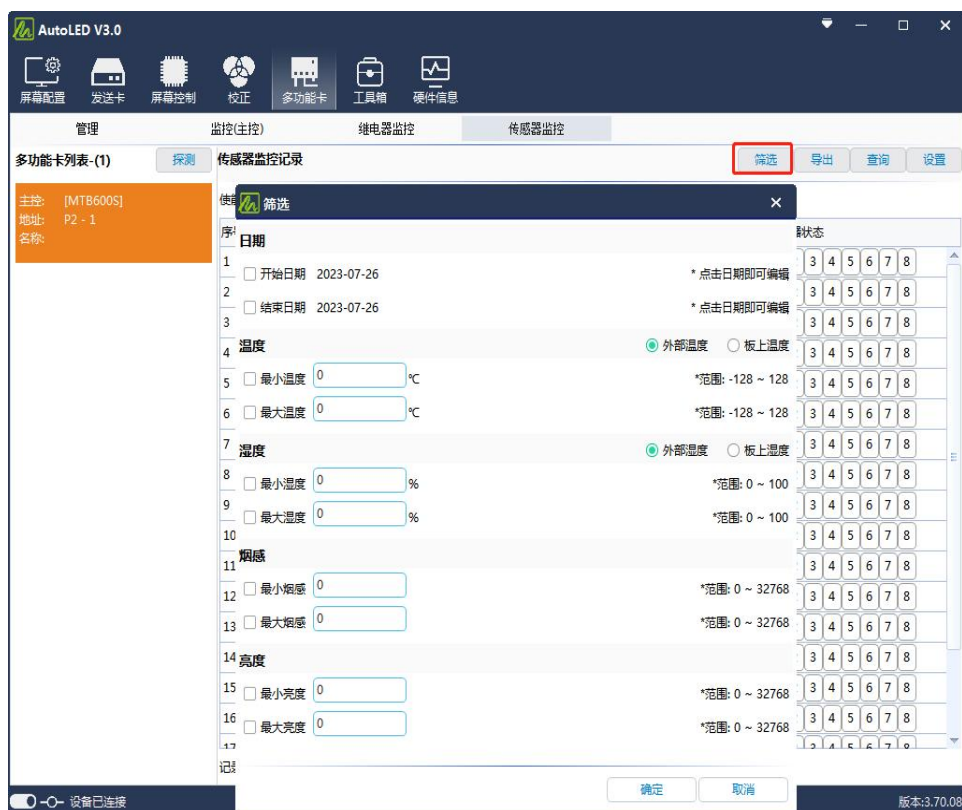

图 7-3-4 传感器监控—筛选图
① 点击“传感器监控—设置”，勾选“启用”，设置间隔时间（10—100 分钟），点击“设置”。
② 点击“传感器监控—筛选”，设置起始日期、温度范围、湿度范围、烟感范围、亮度范围，点击确定。如图 7-3-4 所示。